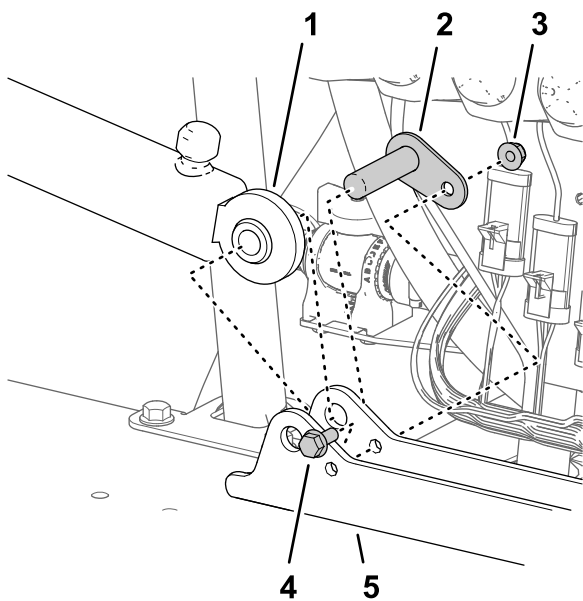

Figura 116
1. Alinee el extremo fijo del cilindro de elevación que retiró en el paso 3 de Retirada de los cilindros de elevación \(página 24\) al orificio de 16 mm del bastidor del cilindro (Figura 116).
- Sujete el cilindro al soporte de los cilindros con el pasador de giro, el perno con arandela prensada y una tuerca de arandela prensada (Figura 116).